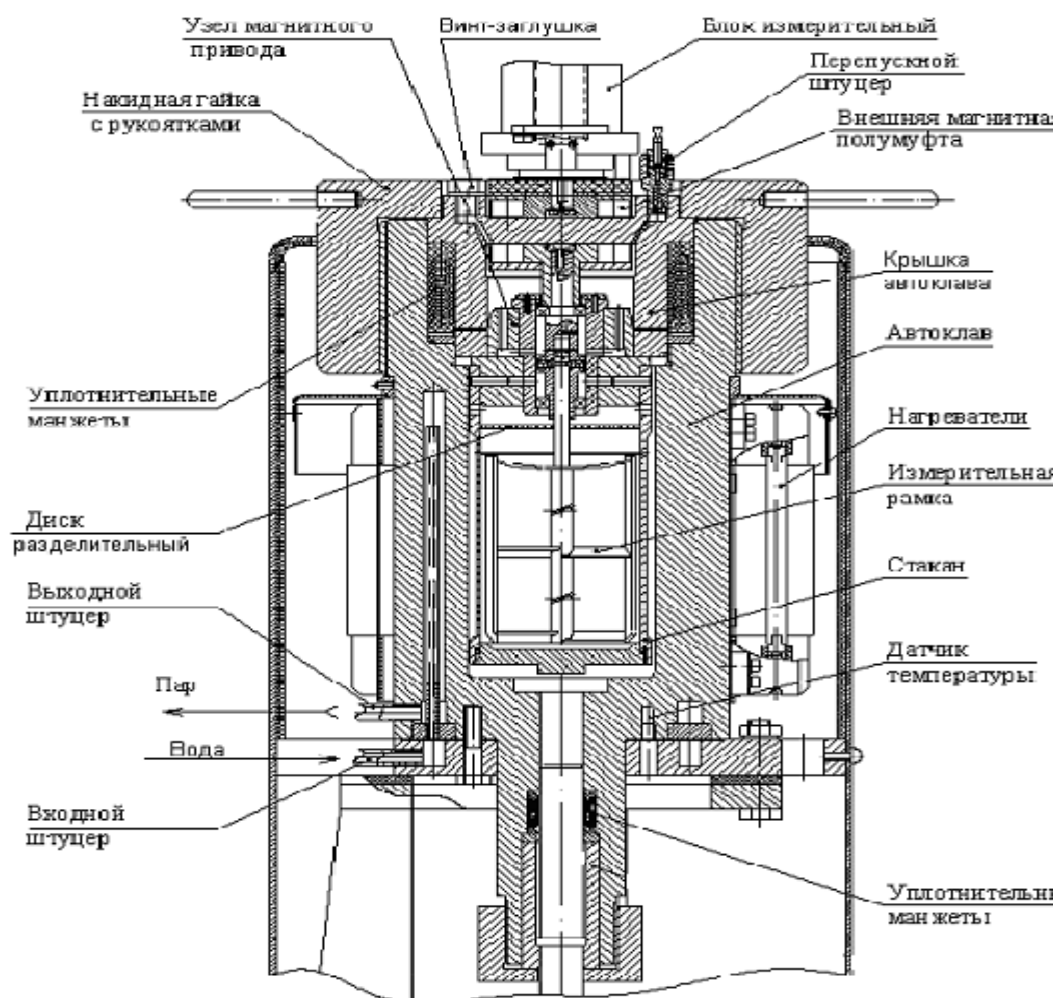

Рис. 4.2
4.4 Принцип действия консисометра (см. рис.4.2) основан на определении крутящего момента, создаваемого на лопастном устройстве (измерительной рамке) тампонажным раствором, при его загустевании. Рамка вращается с заданной скоростью внутри автоклава, в котором создаётся давление до 100 МПа и температура до 200 °С.
Расположение штуцеров, к которым подключаются шланги подводящие холодную воду и отводящие пар и горячую воду, показано на Рис. 4.2.
- Вставить крышку автоклава через уплотнительные манжеты, которые обеспечивают герметичность автоклава. (См. рис.4.2) .